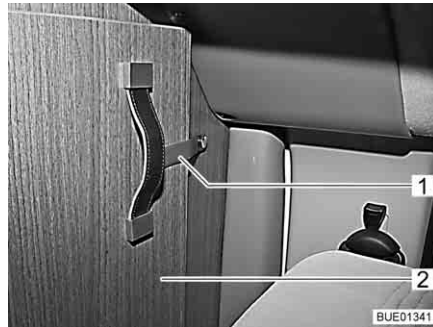

Fig. 55 Reggetta di sicurezza
- Sciogliere la reggetta di sicurezza (Fig. 55,1) dalla parte ribaltabile della separazione cabina di guida (Fig. 55,2).